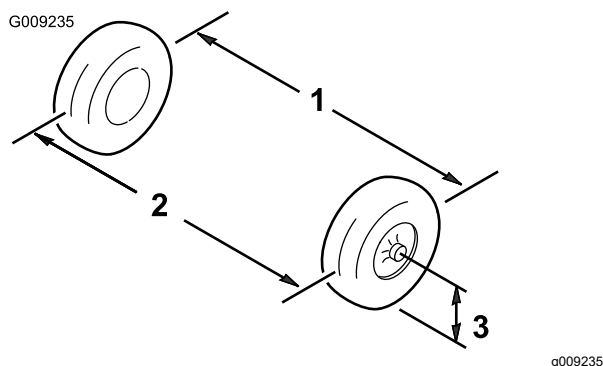

図 59
3. 前輪の前と後ろで、左右のタイヤの中央線間距離を測る計測はアクスルの高さで行う(図 59)。